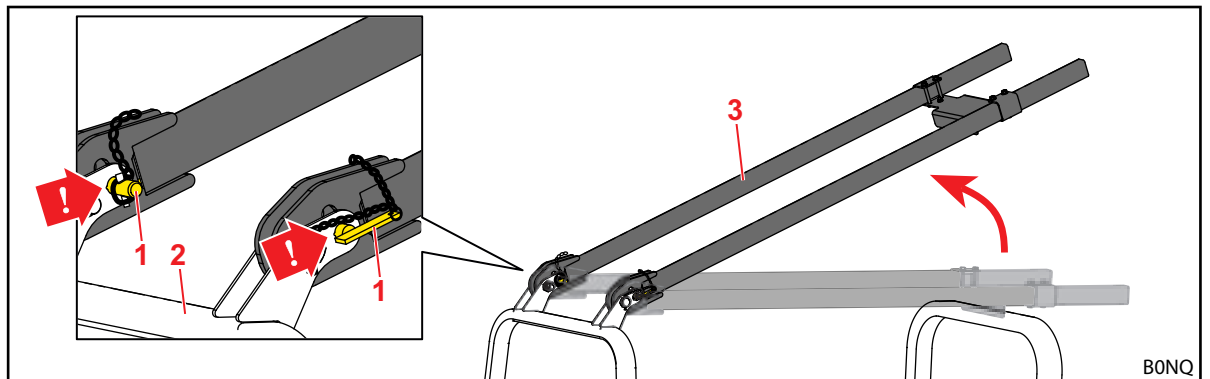

Abb. 40 Hochgeklappte und in unteren Löchern gesicherte Traversen
- (1) Lange Traversen in unteren Löchern sichern.
- Lange Traversen mit Steckbolzen in unteren Löchern sichern (vergleiche Abb. 40).
- (2) Unteren Bügel hochklappen (siehe Beschreibung für OPG ohne lange Traversen am Anfang des Kapitels).
- (3) Lange Traversen herunterklappen.